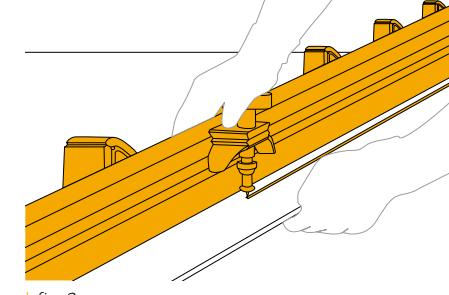

fig. 2
- Pour les coupes linéaires, nous recommandons l'utilisation d'un guide équipé d'un outil à pointe diamantée (fig. 2);